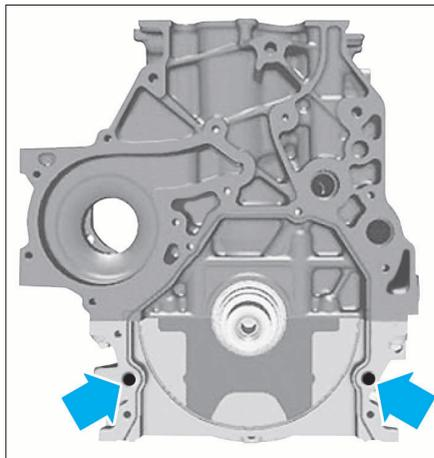

FIG. 29
• Placer les goupilles de centrage sur le bloc moteur (Fig.29).